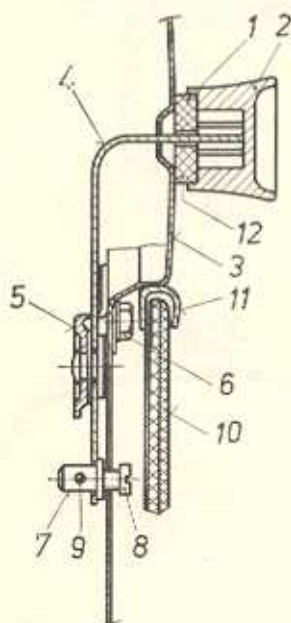

Bild K 32. Fernbetätigung
6.2.3.3. Fernbetätigung (Bild K 32)